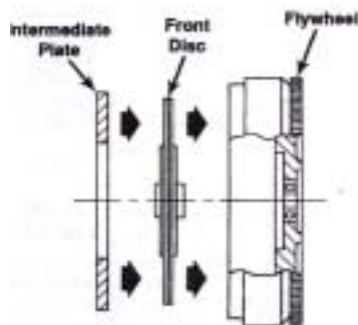

Figure 5
2. ポットタイプのフライホイールに図5のように新しいフロントクラッチディスクと中間プレートを置きます。